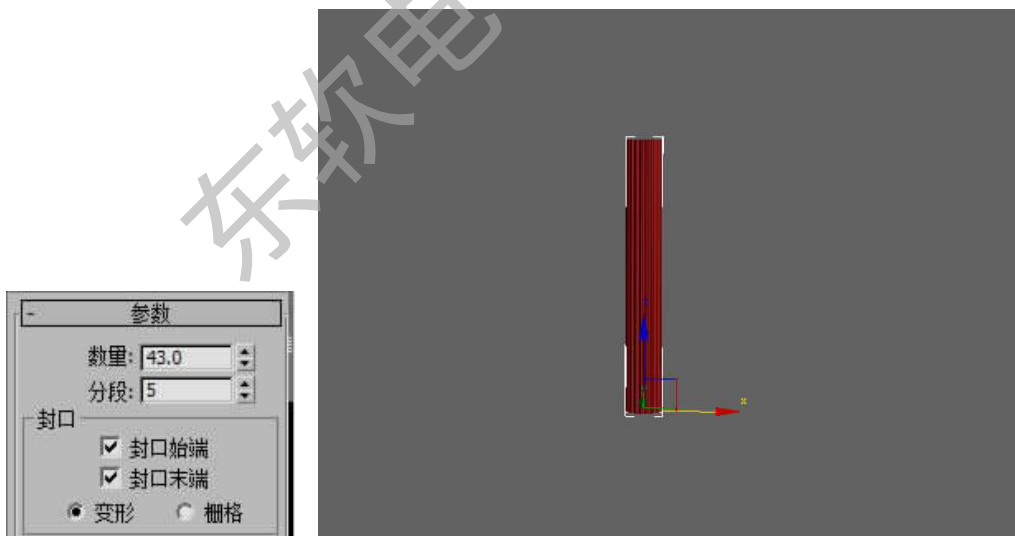

图 2-62 添加挤出
Step 6. 进入  修改面板, 在修改列表中选择挤出修改器, 如图 2-62 所示。